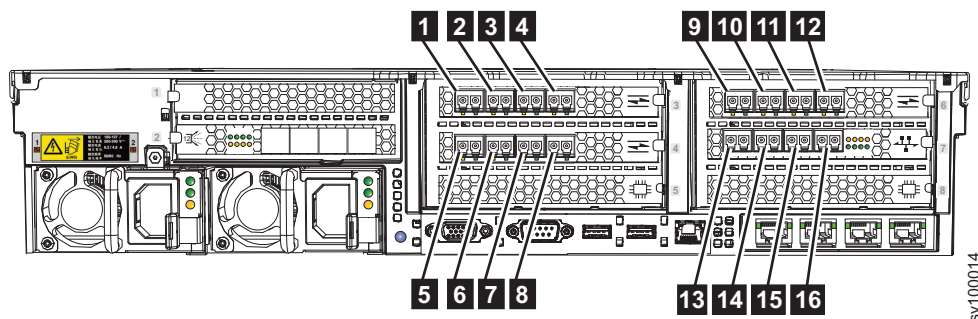

Figura 32. Portas do Fibre Channel
3. Opcional: Se o recurso Fibre Channel estiver instalado, será possível conectar os cabos Fibre Channel às portas do Fibre Channel, conforme requerido por sua configuração. Figura 32 mostra um exemplo do dispositivo com adaptadores Fibre Channel de 16 Gbps que estão instalados nos slots 3, 4 e 6. Um adaptador Ethernet Ótico de 10 Gbps é usado para comunicações Fibre Channel over Ethernet (FCoE) e está instalado no slot 7, fornecendo portas Fibre Channel adicionais.